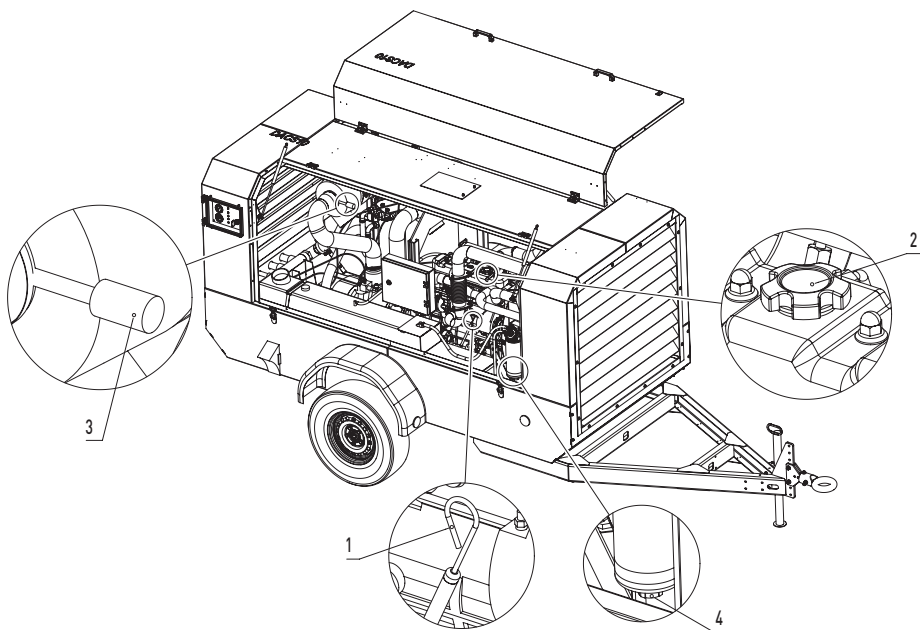

Рис. 4.1.2
6. Удалите воду из фильтра предварительной очистки топлива Рис.4.1.2 поз.4.
Чтобы проверить уровень масла двигателя, нужно открыть дверцу (рис. 4.1.2), вытащить щуп из двигателя. Протереть щуп чистой, не волокнистой тканью и вставить до упора обратно. Заново извлеките щуп и внимательно осмотрите: если масло на щупе
Фильтр воздушный компрессора оснащен визуальным индикатором засорённости (рис. 4.1.2). Если индикатор – желтого цвета, фильтр необходимо заменить. После замены фильтра необходимо нажать на кнопку сброса.